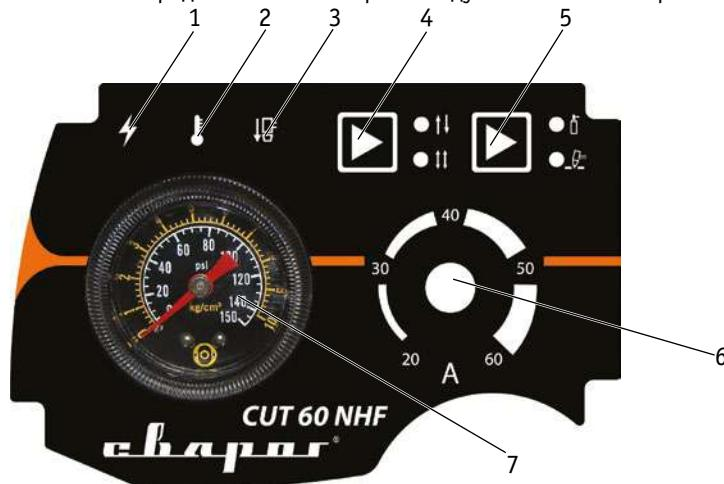

Рис. 7.1. Передняя панель.
2. Панель управления (См. рис. 7.1).
Включите аппарат (См. рис. 8.8). На передней панели загорится индикатор (См. рис. 7.1, п.1).